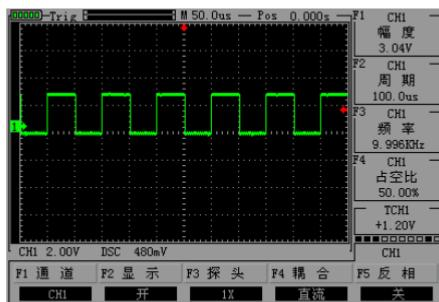

图2-9 设置垂直2V/格
- 如设置垂直方向为2.00V/div，以将探头设置为1X档为例按“”、“”来调节垂直方向伏/格，同时可按“”来调节垂直方向波形。如图2-9